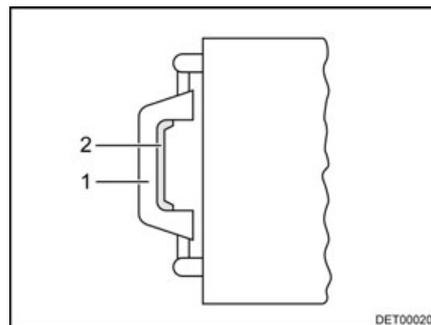

Fig. 63 Claraboya, tirador
- Presionar el cierre de resorte (Fig. 63,2) hacia el lado interior de la claraboya. Presionar simultáneamente hacia arriba la claraboya con el tirador (Fig. 63,1).
- Tirar la claraboya enérgicamente hacia abajo por los dos tiradores (Fig. 63,1), hasta que los dos cierres a presión engatillen.